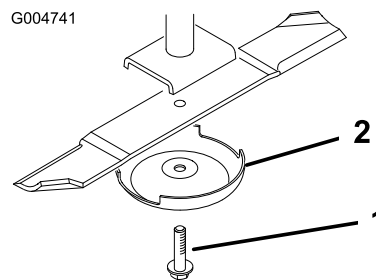

Figura 83
3. Togliete il bullone, la coppa antistrappo e la lama dall'asse del fusello (Figura 83).